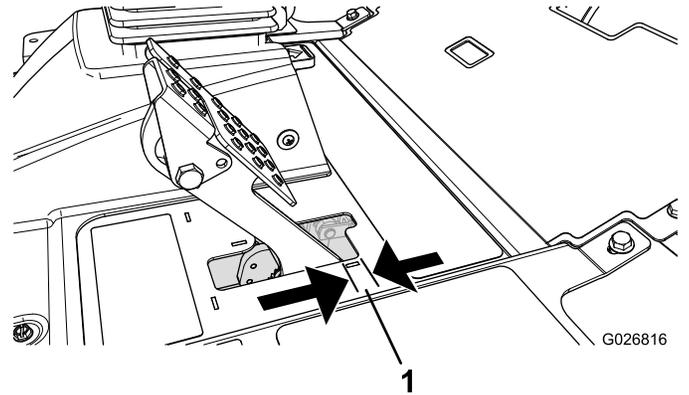

図 96
ブレーキペダルの「遊び」が 25 mm 以上となったり、強く踏み込まないとブレーキの効きが悪いと感じられるようになったら、調整を行ってください 図 96。遊びとは、ブレーキ・ペダルを踏み込んでから抵抗を感じるまでのペダルの行きしろを言います。
2. 後ナットを締めてケーブルを後方に移動させて、ホイールがロックする前のブレーキペダルの遊びが 6.3-12.7 mm なるように調整する 図 96。